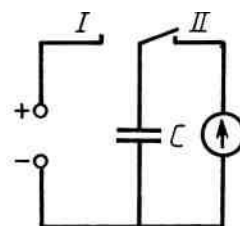

Рис. 1. Схема
1. Собрать электрическую цепь по схеме (в цепи установить один из конденсаторов известной ёмкости) (рис. 1).